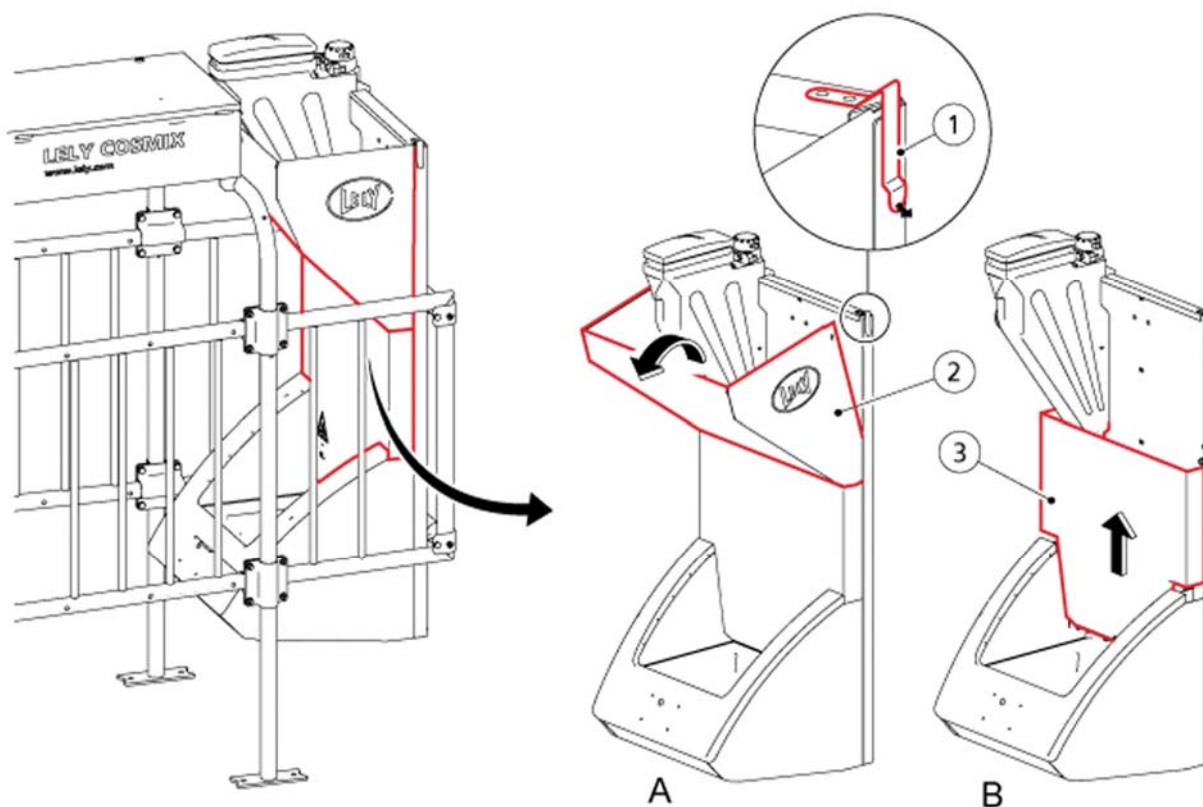
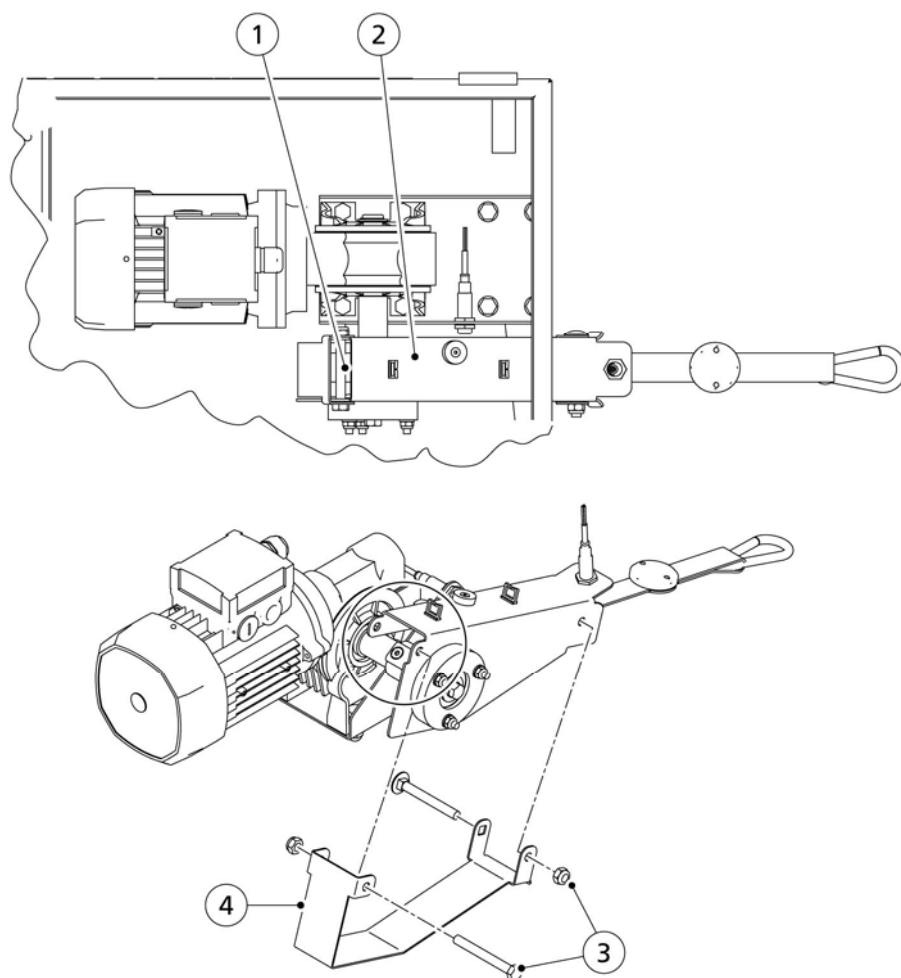

Figure 38. Katete eemaldamine või paigaldamine
Figure 39. M-boksi korpuse katte eemaldamine
2. Veenduge, et rihmaklamber (1, fig. 38, page 7-3) paikneb üleval.
1. Eemaldage M-boksi pooli korpuselt M8 mutrid ja poldid (3, fig. 38, page 7-3).
2. Eemaldage M-boksi pooli korpuse kate (4).
3. Avage pesapeavõtme abil pesapeapoldid (4, fig. 39, page 7-4), mis hoiavad rihma (2) ja rihmaklambrit (3) M-boksi pooli küljes.